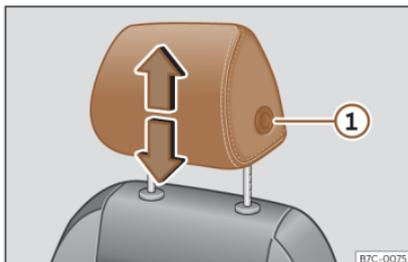
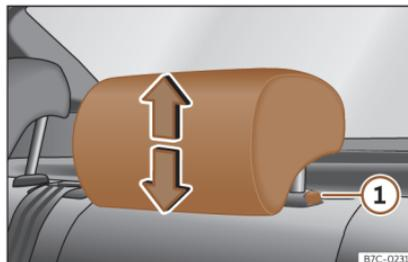

Fig. 98 Siège avant : réglage de l'appui-tête.
Fig. 99 Appui-tête arrière : réglage de l'appui-tête.
- Saisissez l'appui-tête des deux côtés avec les mains puis poussez-le vers le haut jusqu'à ce qu'il s'enclenche dans la position désirée. Pour le rabaisser, faites de même en appuyant sur le bouton latéral ① >>> fig. 98 >>> fig. 99.
- Appuyez sur le bouton latéral >>> fig. 98 ① et retirez les appui-tête.